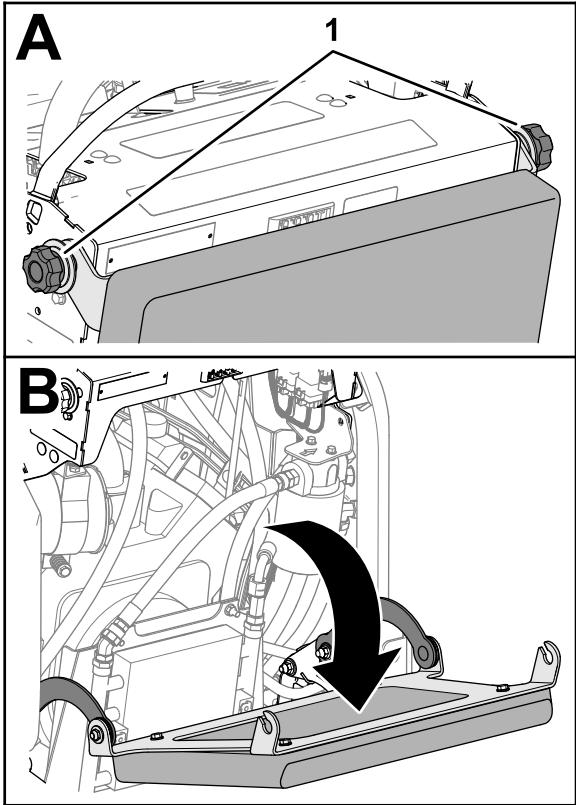

Figure 67
- Desserrez les 2 boutons qui retiennent le coussin de l'utilisateur sur la tour de commande (Figure 67).
2. Abaissez le coussin de l'utilisateur (Figure 67).